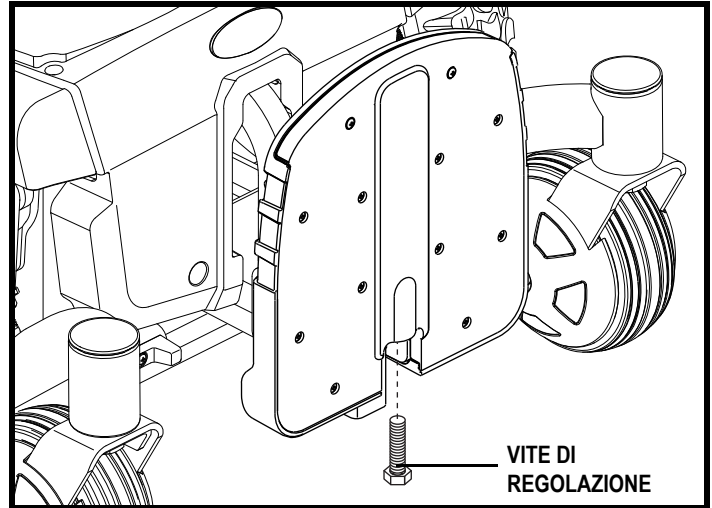

Figura 23. La parte inferiore della pedana unica
1. Ripiegare la pedana unica poggia-gambe verso l'alto e localizzare la vite di regolazione. **Vedere la figura 23.**